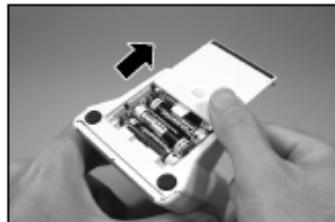

Рис. 3
1. Выдвинуть крышку, расположенную на нижней части прибора и вытащить батарейки (рис. 3).